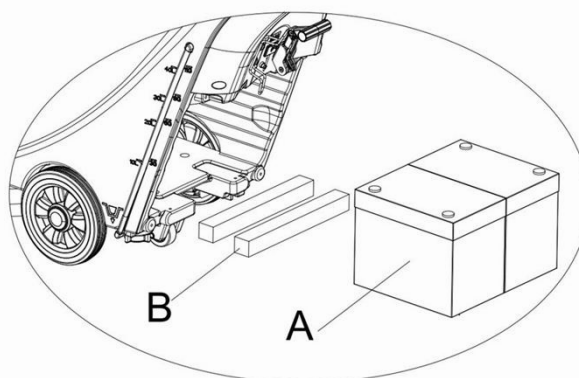

Рисунок 6
- 1) Для батарей с длиной менее 270 мм, используйте 2 части фиксирующей платы (**В, рисунок 6**) и разместите их рядом друг с другом внутри батареи водного бака;
- 2) Для батарей с длиной между 310мм-270мм, используйте 1 часть фиксирующей платы (**В, рисунок 6**) и поместите ее в батарею водного бака;